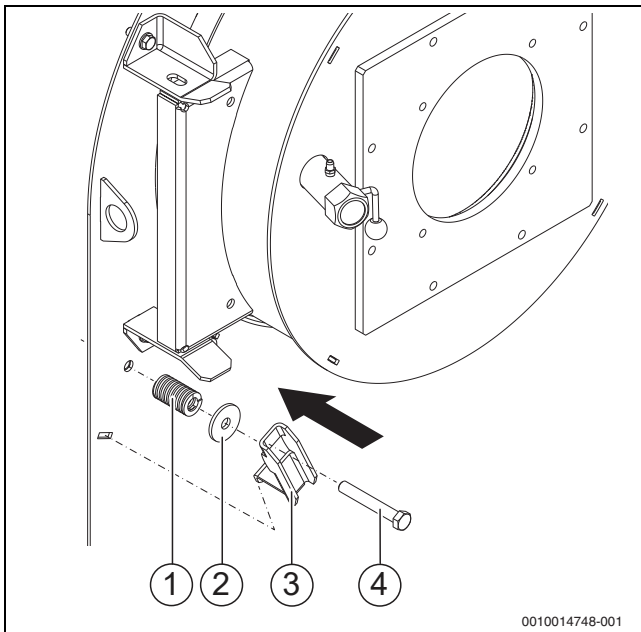

Рис. 15 Монтаж
- ▶ Снимите коромысло (→ рис. 15, [3], стр. 24).